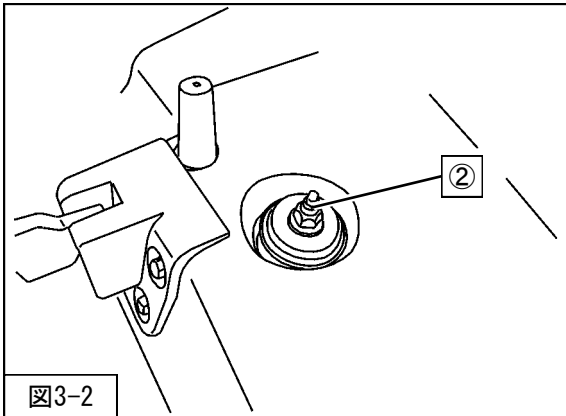

図3-2
3. アクスルビームをジャッキで下から支えながら、②リアショックアブソーバASSYアッパー取付ナットを取外してください。(図3-2)